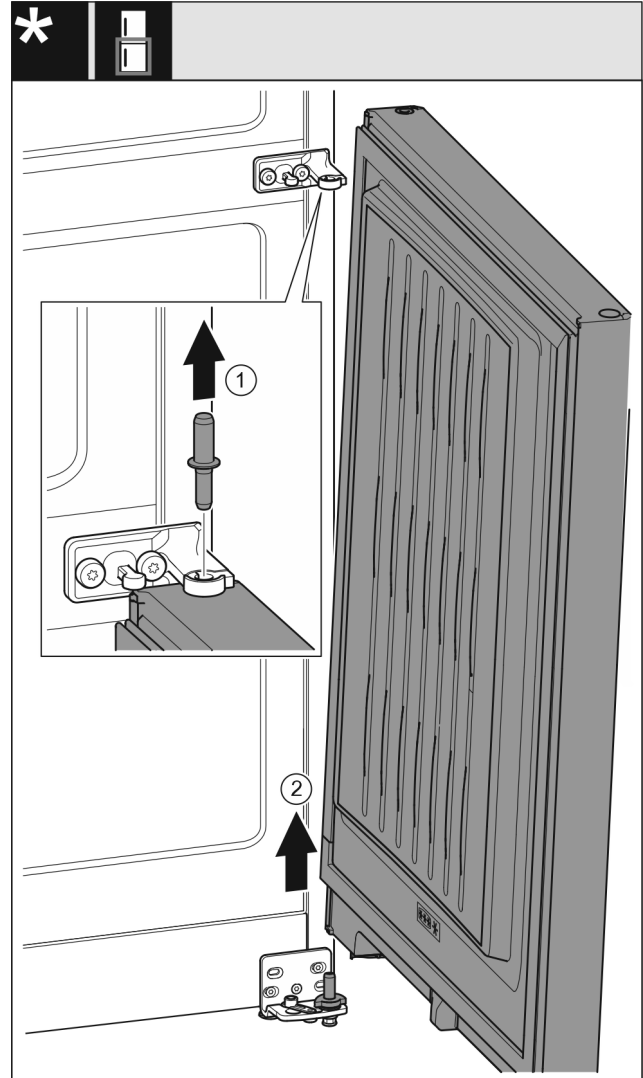

Fig. 9 Pa amortizator të mbylljes
- Nxirrni jashtë bulonin Fig. 9 (1) duke e ngritur lart.
- Anoni paksa derën Fig. 9 (2) për ta ngritur, tërhiqeni lart dhe lëreni mënjane.